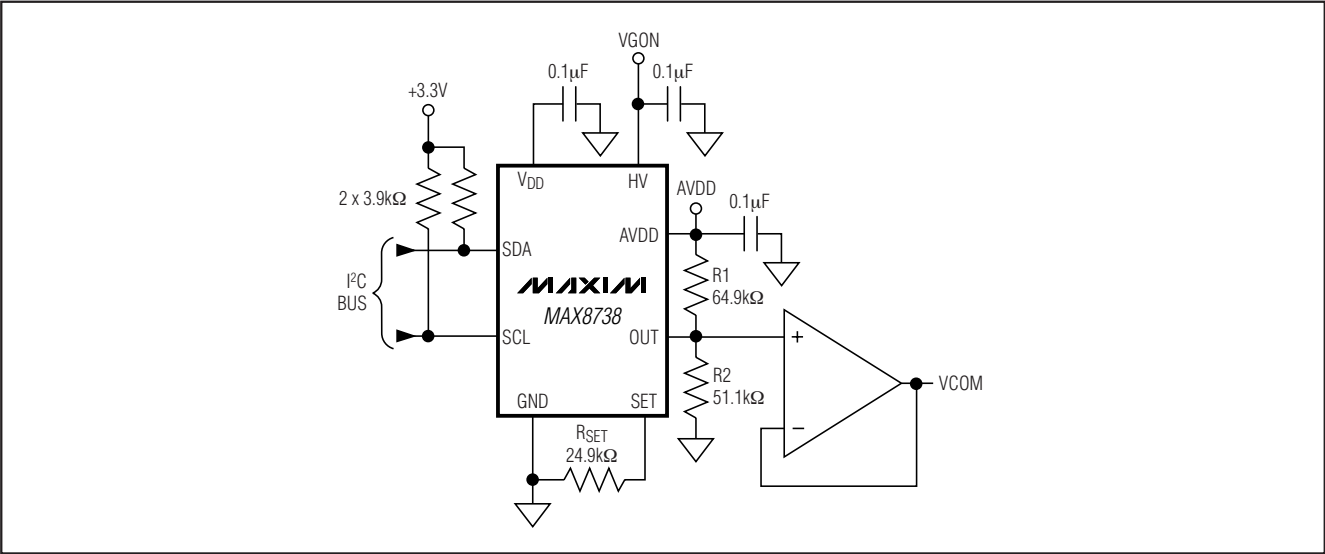
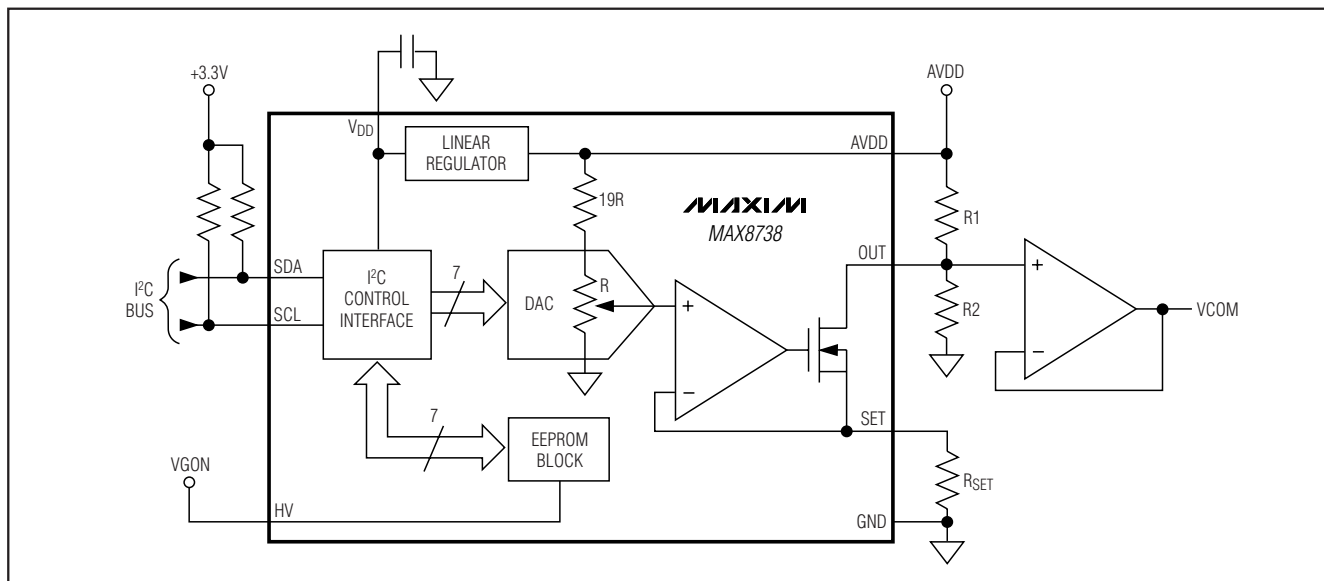

图2. 标准应用电路
图3. 简化功能框图
MAX8738是固态电位器，可以替换机械电位器，用来调节TFT LCD显示器的LCD背板电压（VCOM）。MAX8738连接一个外部电阻分压器，并吸收可编程电流（ I_{OUT} ），用来设置VCOM电压（见图2）。由内部7位DAC控制吸入电流，允许用户提高或降低VCOM电压（见图3）。DAC输出与 V_{AVDD} 成比例，并在整个工作范围内保证单调。用户可将DAC的设定值存储在内部EEPROM中。上电时，EEPROM将DAC预置到上一次的存储值。通过LCD面板与编程电路之间的2线I²C接口调节DAC，并对EEPROM进行编程。
- 1) 将 VCOM 缓冲器和 R1/R2 组成的分压器靠近 OUT 引脚放置（见图 2）。